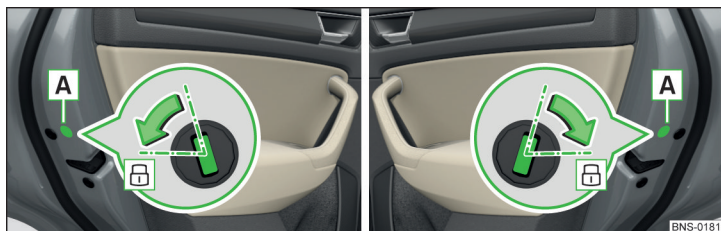

Fig. 361 Verrouillage de secours : portière arrière gauche/droite
- › Ouvrez la portière arrière correspondante et enlevez le cache **A** » fig. 361.